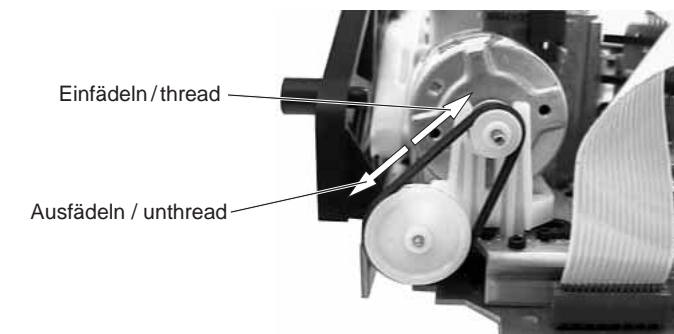
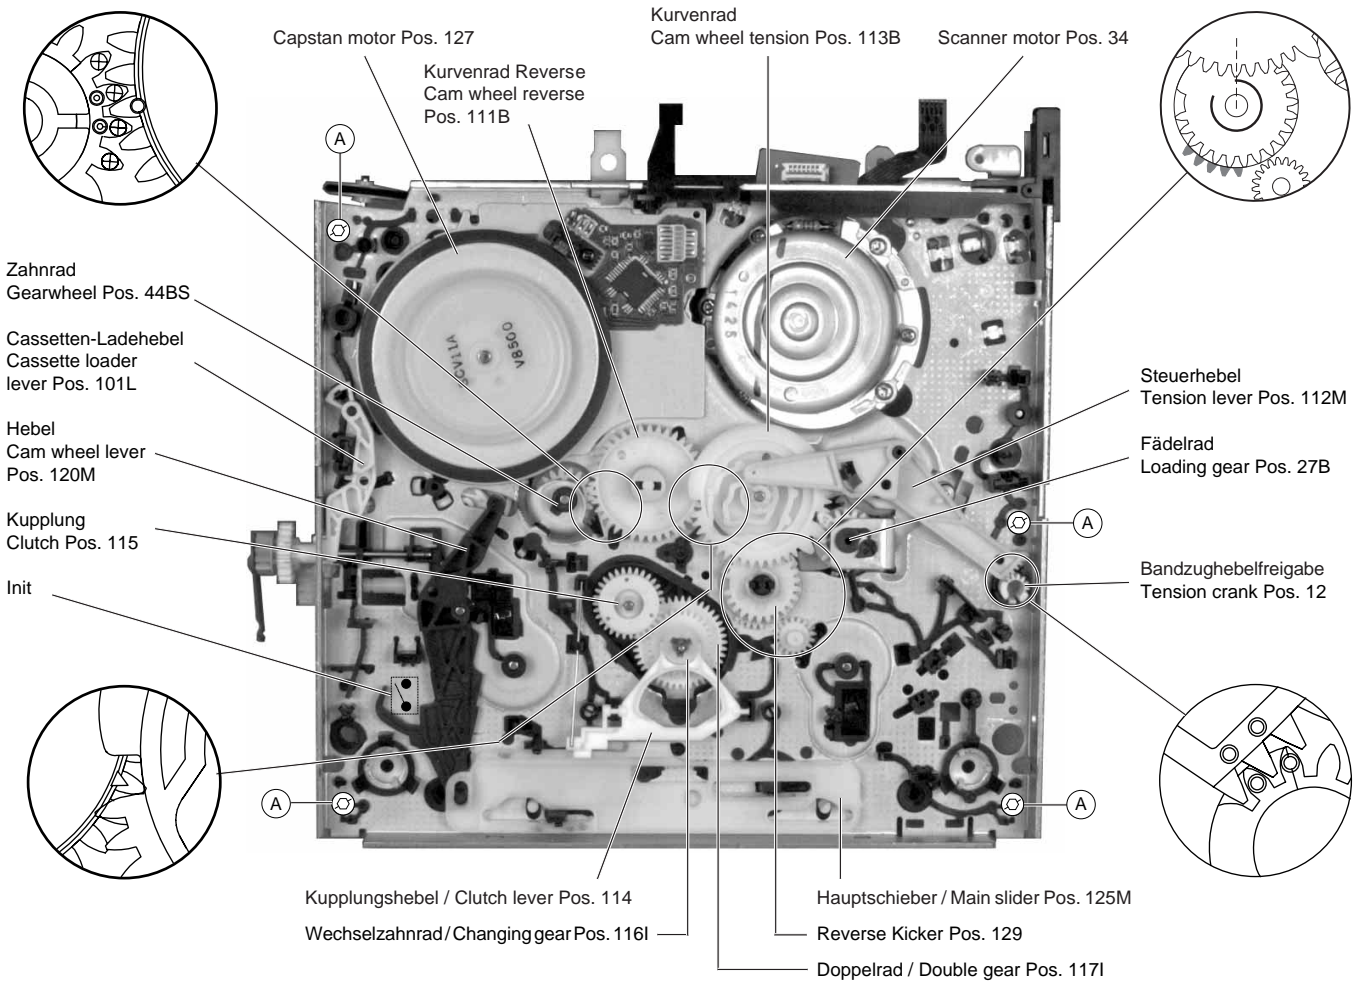
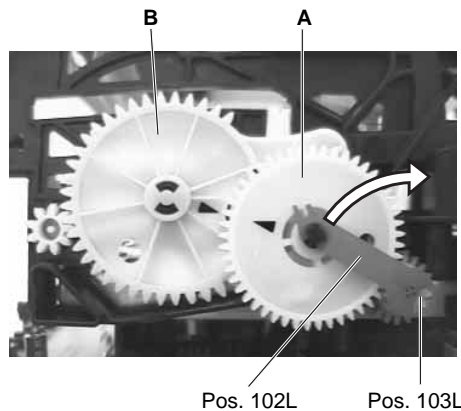

Fig. 3
Fig. 5
Fig. 6
- Fädelmotor entgegen dem Uhrzeigersinn drehen (Fig. 3), bis der Cassettenschacht abgesenkt ist.
Wenn nach dem Drücken der Eject-Taste das Laufwerk nicht ausfädeln und die Cassette auswirft, kann dies auch von Hand durchgeführt werden. Dazu ist das Antriebsrad des Fädelmotors zu drehen (Fig. 3). Um Bandschlaufen zu vermeiden, muß wechselweise auch der Capstanmotor (Pos. 127, Fig. 5) entgegen dem Uhrzeigersinn bewegt werden, bis das Band komplett in der Cassette aufgewickelt ist.
If the tape deck does not unthread and eject the cassette by pressing the Eject button this function can also be effected manually by turning the driving gear at the threading motor (Fig 3). To avoid slackening of the tape, turn the capstan motor (counterclockwise) (Pos. 127, Fig. 5) and the driving gear alternately until the tape is completely wound up in the cassette.
Nachfolgend sind die markierten und gerichtet einzubauenden Teile der Ober- und Unterseite im Detail dargestellt (Fig. 4, Fig. 5).
- Antriebsrad des Fädelmotors in Drehrichtung "Einfädeln" (Fig. 3) so weit drehen, bis das Zahnrad (Pos. 103L, Fig. 6) entriegelt ist.
- Klammer (Pos. 102L) von der Achse des Zahnrades "A" lösen (Fig. 6).
- 4 Befestigungsschrauben (A) (Fig. 5) des Cassettenschachtes an der Unterseite entfernen.
The following diagrams show in detail the marked components and their correctly aligned position on the top and bottom side (Fig. 4, Fig. 5).
- Turn the driving gear of the threading motor in the "threading" direction (Fig. 3) until the gearwheel (Pos. 103L, Fig. 6) disengages.
- Release the bracket (Pos. 102L) from the shaft of gearwheel "A" (Fig. 6).
- Unscrew the 4 screws (A) (Fig. 5) on the underside of the cassette compartment.
- Cassettenschacht abgesenkt und Zahnrad "A" (Fig. 6) eingerastet.
- Hinweis:** Bei Cassettenliftzahnradern (A und B, Fig. 6) mit Markierungspfeilen müssen die Pfeile zueinander zeigen.
- Cassettenschacht mit den 4 Schrauben (A) (Fig. 5) unten befestigen.
- Klammer (Pos. 102L) auf der Achse des Zahnrades "A" einrasten (Fig. 6).
- Cassette compartment down, gearwheel "A" (Fig. 6) engaged.
- Note:** For video recorders which are fitted with cassette lift gear wheels (A and B, Fig. 6) marked with arrows, the arrows must show towards each other.
- Fasten the cassette compartment with the 4 screws (A) (Fig. 5) at the bottom.
- Place the bracket (Pos. 102L) onto the shaft of gearwheel "A" and lock it in (Fig. 6).